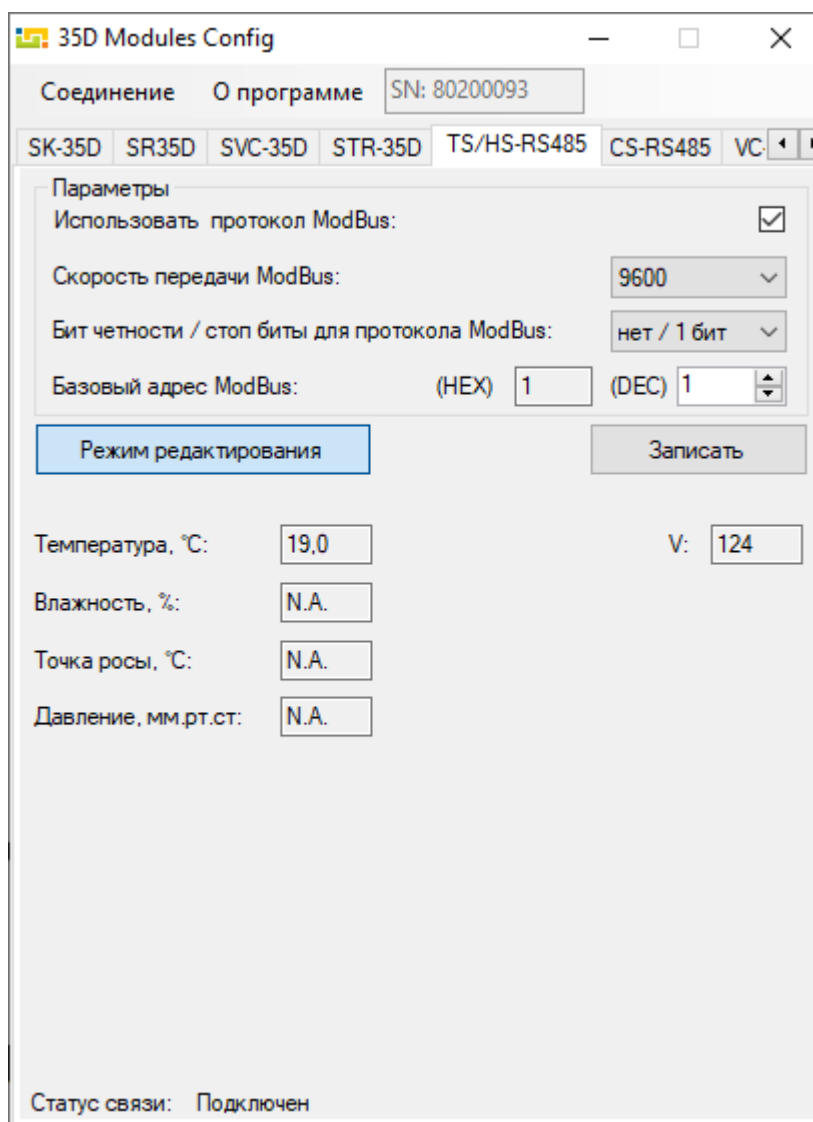

Рисунок 48 - Программа настройки датчика TS-RS485
- 3) В открывшемся окне (см. Рисунок 48) перейдите на вкладку TS/HS-RS485;